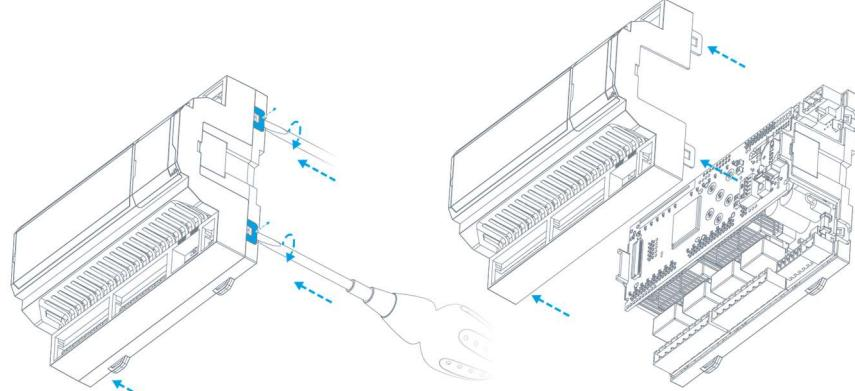

Рис. 66 –Разборка корпуса
- Снимите верхнюю часть корпуса, последовательно подцепив шлицевой отверткой две защелки сначала с одной стороны корпуса, а затем с другой, как показано на Рис. 66 при этом с двух сторон корпуса освобождаются боковые крышки (при их наличии);